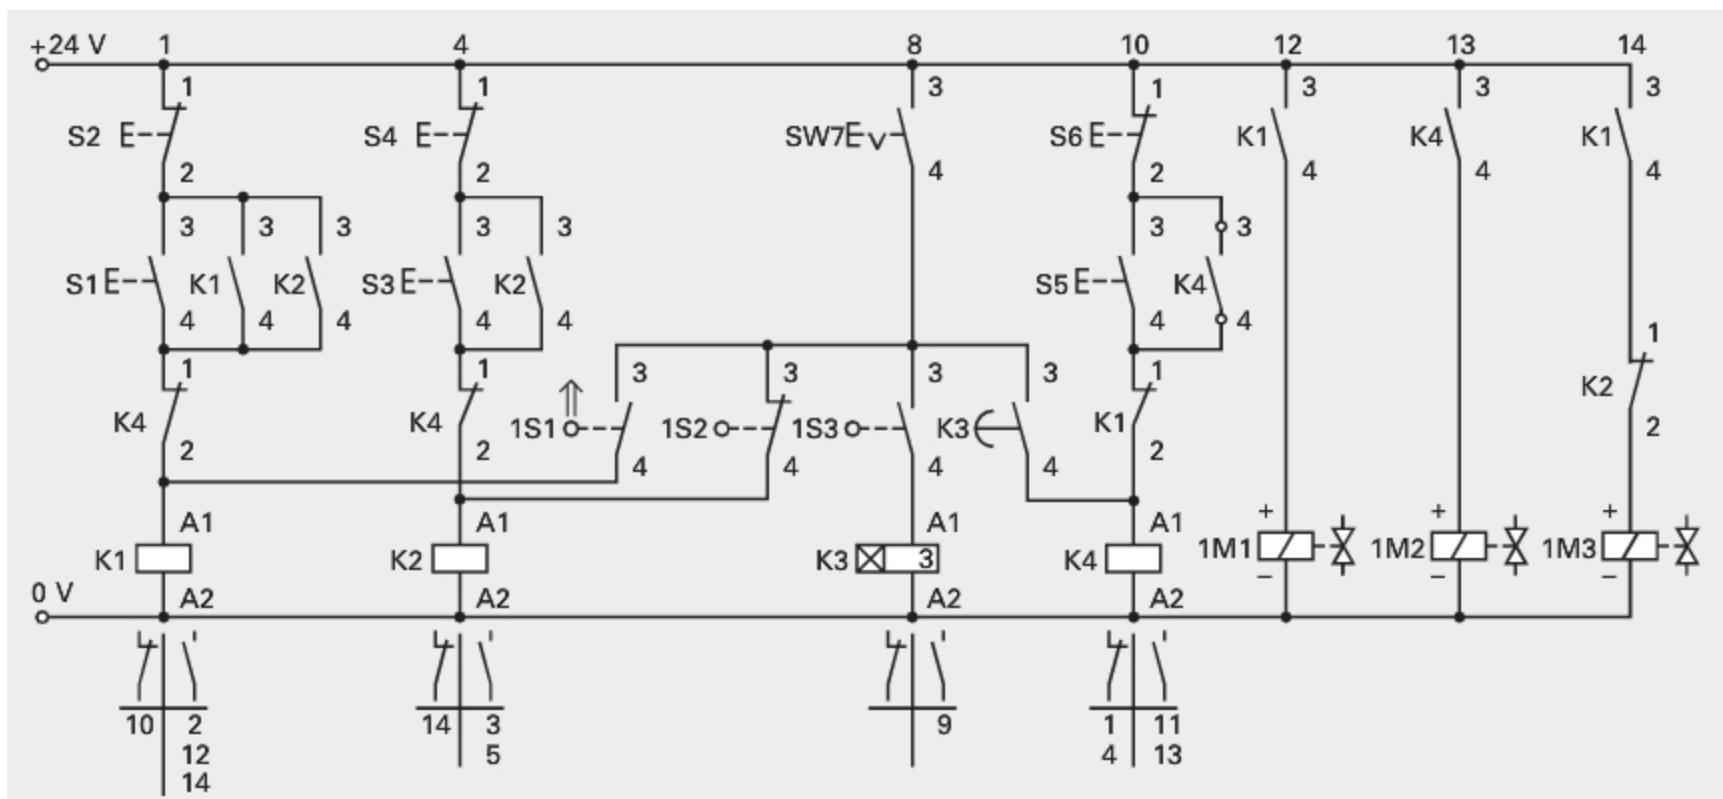

Bild 2: Stromlaufplan zur Steuerung der Bohreinheit mit Stromregelventil
Die Bewegungen der Bohreinheit können einzeln durch Hand ausgelöst werden. Dazu muss der Stellschalter SW7 auf „0“ stehen. In diesem Einrichtbetrieb können durch die Taster S1, S3 und S5 die Eilvorlaufbewegung (EV), der Arbeitsvorschub (AV) und der Eilrücklauf (ER) einzeln ausgelöst und mit S2, S4 und S6 auch unterbrochen werden (**Bild 2**). Durch Stellschalter SW7 auf „1“ kann ein automatischer Ablauf erfolgen. Der Stromlaufplan zeigt diese Betriebsarten im Steuerungsteil. Im elektrischen Leistungsteil des Stromlaufplanes steuern die Hilfsschließer K1, K4 usw. die Magnetventile des hydraulischen Leistungsteils an. Der Rücklauf erfolgt zeitabhängig mit einem Zeitrelais K3. Eingestellt ist eine Einschaltverzögerung von 3 Sekunden.